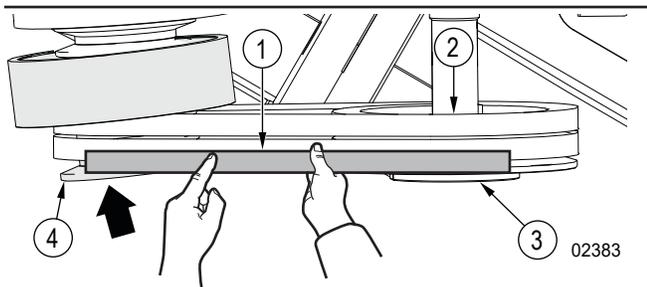

Fig. 41 – Aligner l'embrayage du moteur
- Si le bord du volant de l'embrayage du moteur n'est pas parallèle (est en biais) à la règle, alignez l'embrayage du moteur. Voir la Fig. 41. Pour obtenir des instructions, consultez *Aligner l'embrayage du moteur*.